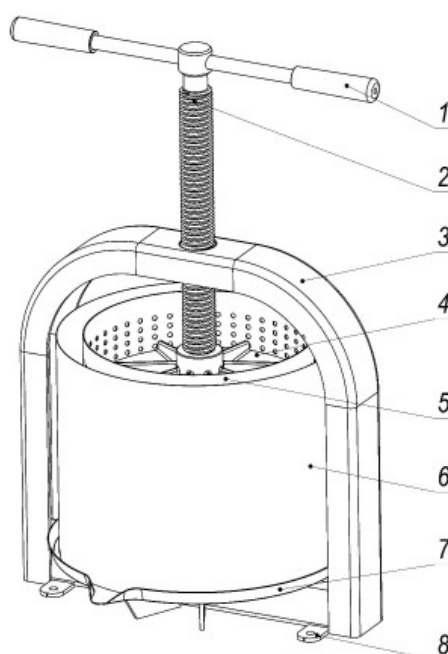

Рис. 1.
Корпус пресса (рис. 1) состоит из станины (3), ходового винта (2), на котором закреплен шарнирно – диск (4). На верхнем конце винта закреплена рукоятка (1) для его вращения.